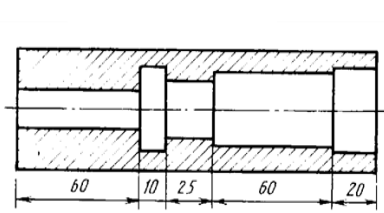

Рисунок 47
1. Цепной способ (рисунок 47). Размеры отдельных элементов детали наносятся последовате